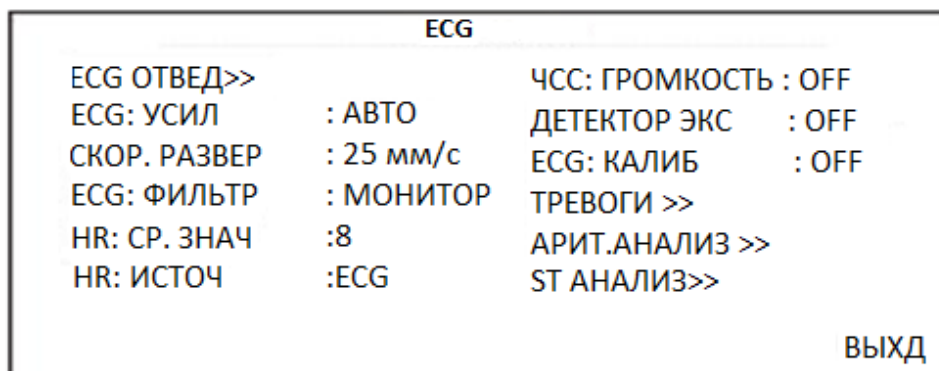

Рисунок 2.23 – Окно «ECG»
2.5.1.2 Выберите «ECG», на экране появится следующее меню (Рисунок 2.23).